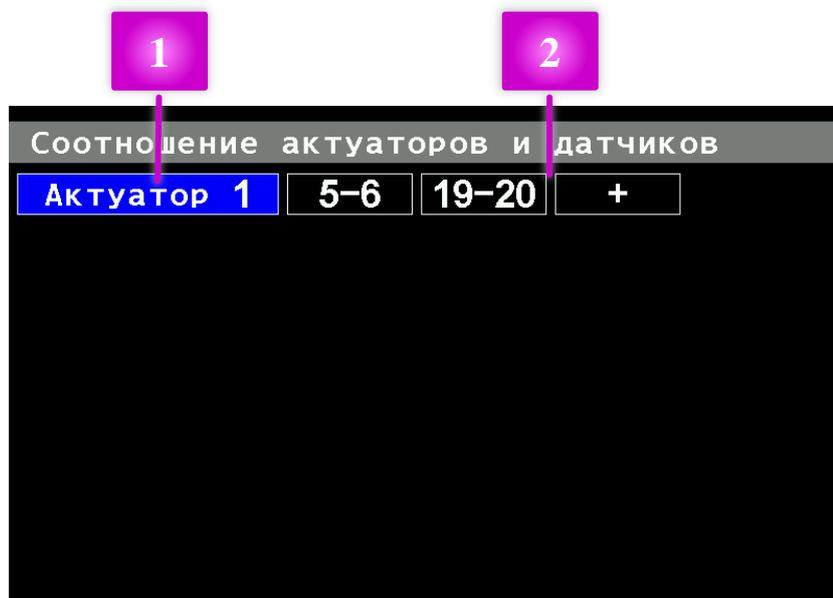

РИСУНОК 41 ЭКРАН НАСТРОЙКИ СООТВЕТСТВИЯ ДАТЧИКОВ ВЫСЕВА АКТУАТОРАМ
- 4.10.5.5.  **Соотношение датчиков т.к.** - вызывает экран, предназначенный для задания соответствия датчиков высева актуаторам (Рисунок 41). Этим определяется какие датчики высева должны быть переведены в